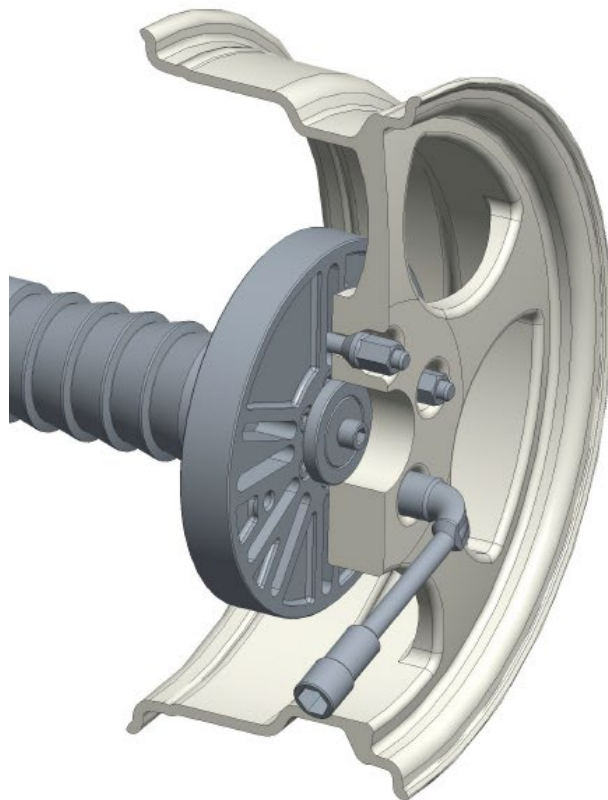

Рисунок 7.2 - Крепление диска к планшайбе
7.2 Очищенный от загрязнений диск, установить привалочной плоскостью на планшайбу, используя для этого крепёжные болты и колёсные гайки. Количество болтов должно соответствовать количеству крепёжных отверстий деформированного диска (рисунок 7.2).